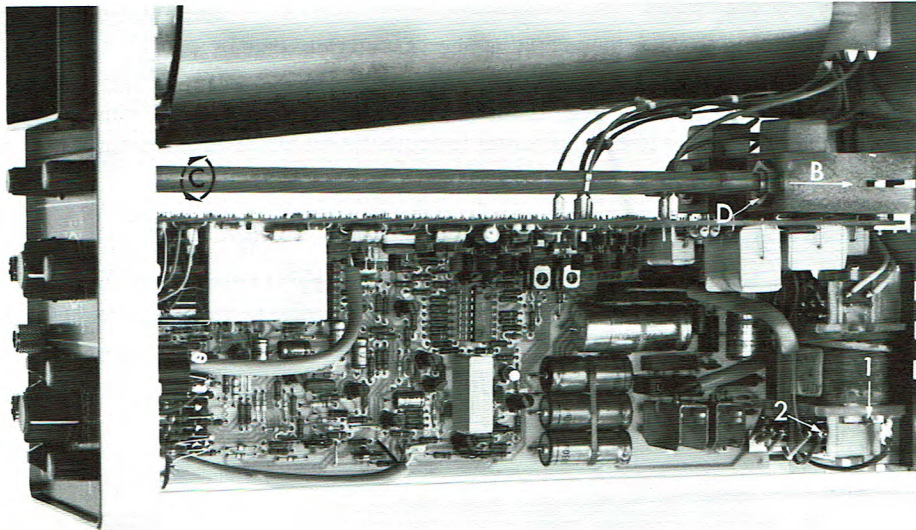

Fig. 2.6. Démontage
- Faire sauter les étriers de nylon B (Fig. 2.6) par les trous du panneau arrière.
- Tourner et tirer simultanément l'axe C (Fig. 2.6) jusqu'à ce son extrémité soit aligné avec trou (comme une clé).
- Dévisser l'écrou hexagonal D (Fig. 2.6) afin de déposer le potentiomètre.
- Faire sauter les deux cosses nylon Q (voir Fig. 2.6) arrière du tube, vers l'intérieur et tout en prêtant une attention particulière à l'écran mumétal faire passer le t.r.c. par le panneau avant suffisamment que pour permettre la dépose du connecteur de base (pousser sur l'étrier nylon le cas échéant).